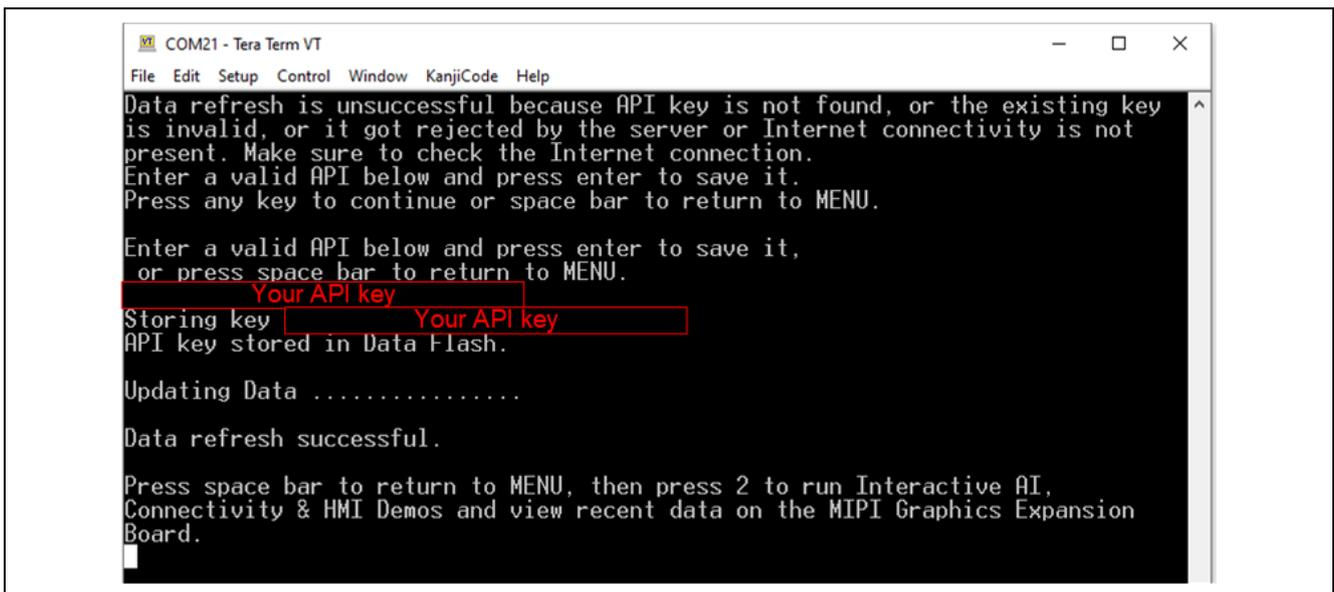

図 34. World Weather API キーの初回入力
4. API キーが存在しない場合、コンソールは図 34 に示すように表示されます。